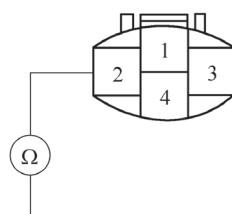

图 5-128 检查 A/C 压力开关 4P 插接器 2 号端子与车身搭铁之间的导通性
2) 如图 5-128 所示, 检查 A/C 压力开关 4P 插接器 2 号端子与车身搭铁之间的导通性。如果不导通, 检查 A/C 压力开关与车身搭铁之间的导线开路故障, 如果导线完好, 则检查 G201 是否搭铁不良; 如果导通, 进行下一步检查。